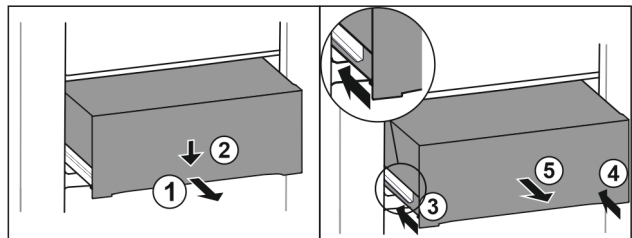

Fig. 70
- ▶ Lade er half uittrekken. Fig. 70 (1)
- ▶ Schuiflade aan de voorzijde omlaag drukken. Fig. 70 (2)
- ▶ Linker rail ca. 2 cm inschuiven. Fig. 70 (3)
- ▶ Rechter rail ca. 2 cm inschuiven. Fig. 70 (4)
- ▶ Lade naar voren toe verwijderen. Fig. 70 (5)